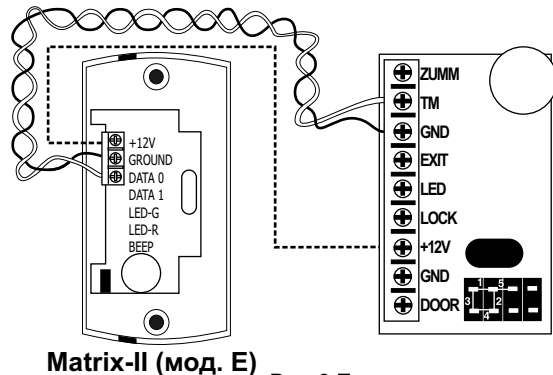

Рис. 3 Подключение внешнего считывателя
**А.** Вход - по картам стандарта EM-MagIne, выход - с помощью кнопки открывания замка (см. рис.3):
При подключении считывателя по протоколу iButton один провод витой пары соединяет клеммы GND контроллера и считывателя. Второй провод этой же витой пары используется для передачи сигнала и соединяет выход считывателя с клеммой контроллера TM (см. рис. 3 и 4).